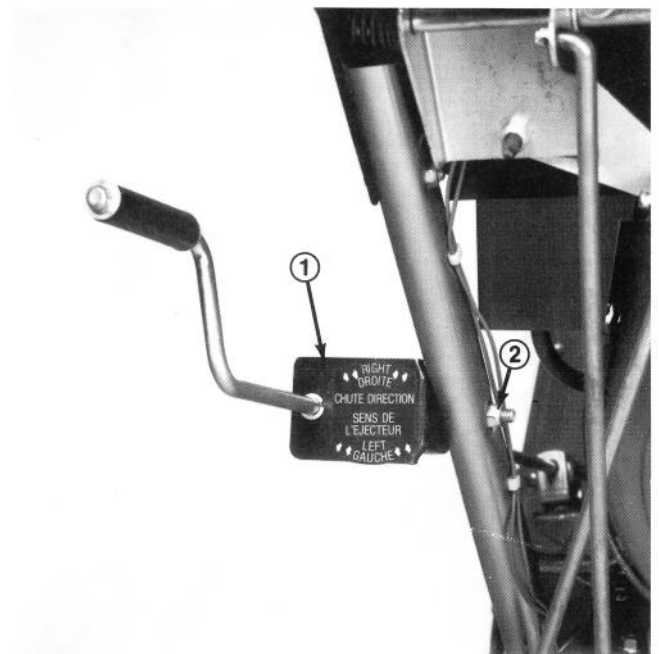

Abb. 10
6. Den Haltewinkel mit der Auswurfbetätigungsstange mittels Sechskantschraube und Mutter links am Griffholm befestigen, die Mutter aber noch nicht festziehen (Abb. 10).
zur Befestigung des Haltewinkels der Auswurfbetätigung am linken Holm jetzt anziehen (Abb. 10).